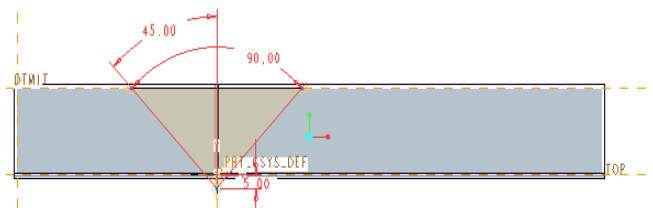

図 4-19 材料除去部分のスケッチ
- ・ スケッチ画面に戻り、図 4-19 に示す除去部分のスケッチを描く。